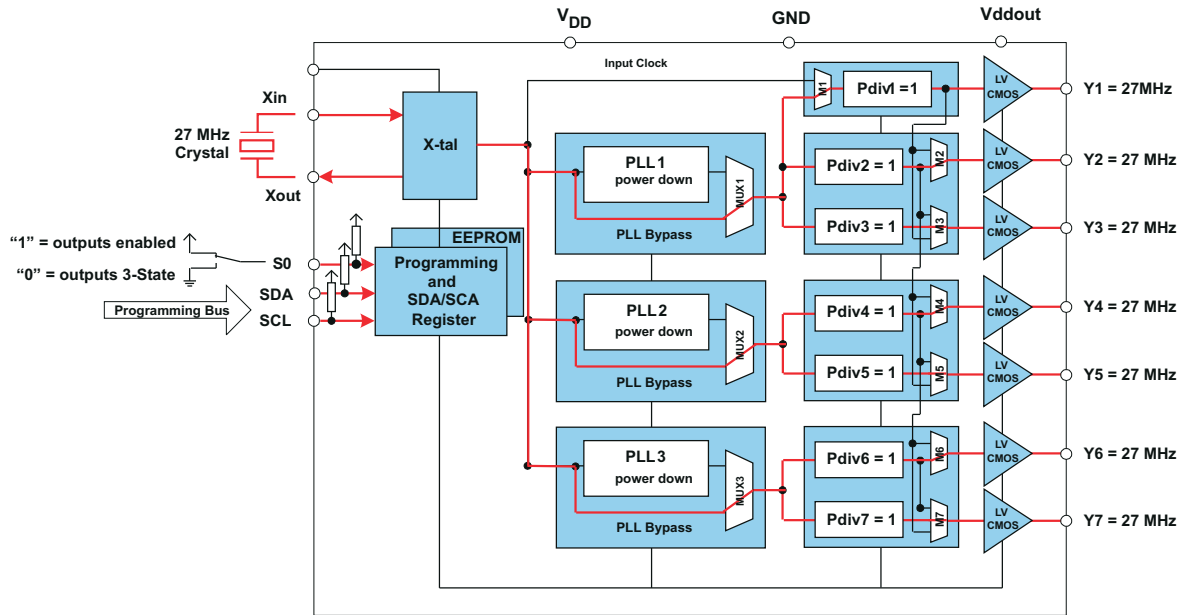

図 7-1. デフォルトのデバイス設定
**図 7-1** は、CDCEx949 の内部 EEPROM の事前構成 (入力周波数がデフォルトとして出力に渡される) を示しています。この事前構成により、本デバイスはプログラムを追加の量産手順なしでデフォルトモードで動作できます。デフォルト設定は、電源供給後、またはパワーダウンまたはパワーアップシーケンスの後に、別のアプリケーション構成に設定が再プログラムされるまで表示されます。新しいレジスタ設定は、シリアル SDA/SCL インターフェイスを使用してプログラムされます。